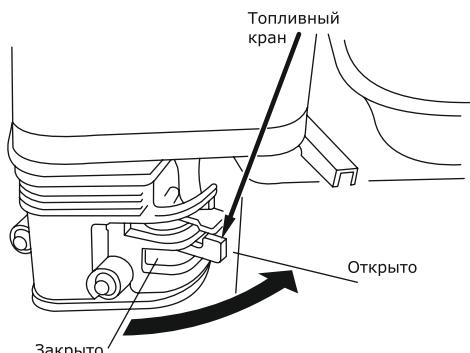

Рис. 4
- Переместите топливный кран в положение «открыто» (ON) и убедитесь, что нет утечки топлива (см. рис. 4).